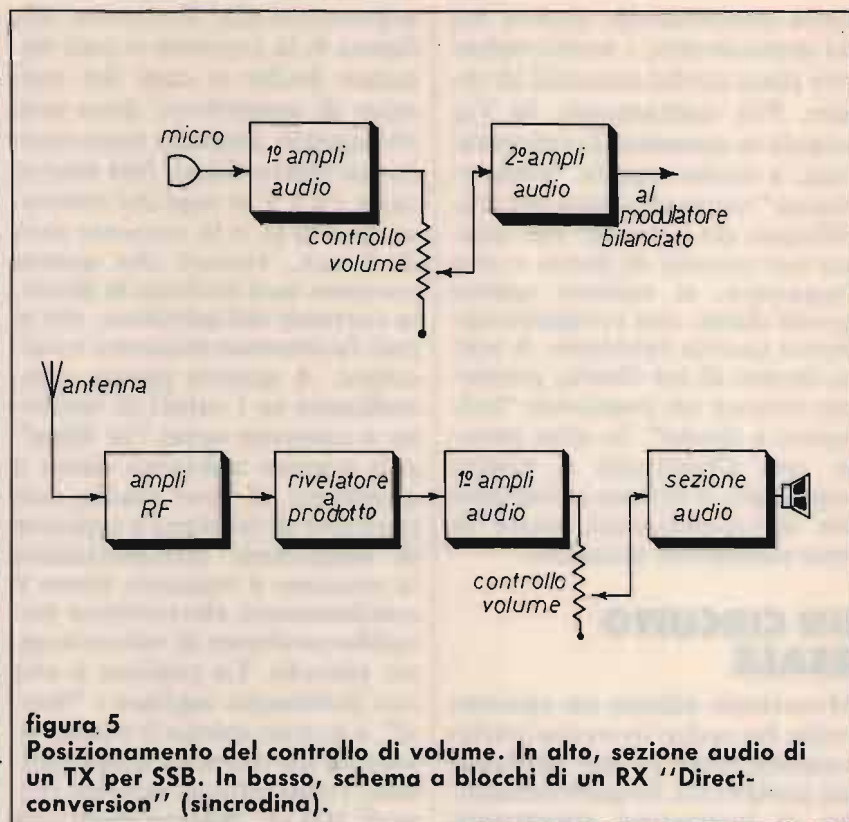

figura 5
**Posizione del potenziometro di volume** - Mi è stato chiesto in quale stadio è meglio sistemare il potenziometro di volume. Posso soltanto rispondere per quello che riguarda l'audio di un RX e TX per uso radiantistico. Di Hi-Fi non sono competente. Cominciamo col dire che il potenziometro di volume ha lo scopo di regolare il segnale audio, ma ha **anche** lo scopo di evitare la distorsione. Ragioniamo sulla scorta dei due circuiti di figura 5. Il primo è la sezione audio di un TX in SSB, il cui scopo è di fornire un segnale audio al modulatore bilanciato; si tratta di un segnale che, in genere, non supera 1 V; nei circuiti a valvola, può essere di due o tre volt. Lo scopo del primo sta-